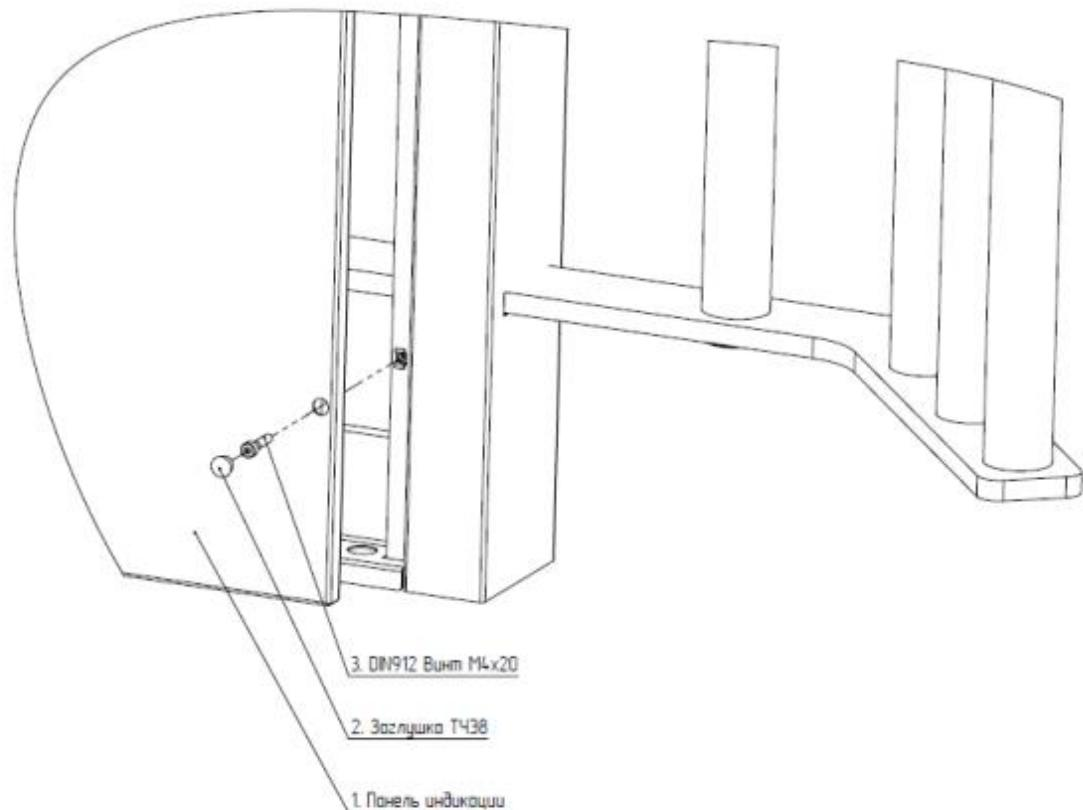

Рисунок 8 – Сборка панели индикации
4.2.9 Рисунок 8 – панель индикации со светодиодными полосами закрепить винтами M4 и поставить заглушки поверх винтов.